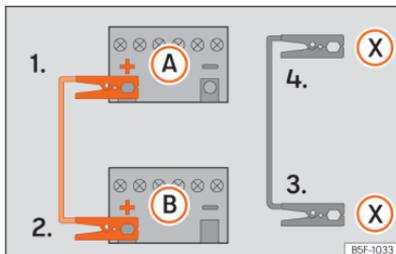

Abb. 211 Anschlussplan für Fahrzeuge mit Start-Stopp-System.
Starthilfekabel nur in folgender Reihenfolge an-klemmen **1 > 2 > 3 > 4** »» (Abb. 211).
Fahrzeuge mit Start-Stopp-System: Klemmen Sie ein Ende des schwarzen Starthilfekabels (X) an einen geeigneten Masseanschluss, ein massives, fest mit dem Motorblock verschraubtes Metallteil oder an den Motorblock selbst »» (Abb. 211).
5. Klemmen Sie das andere Ende des schwarzen Starthilfekabels (X) im Fahrzeug mit der entladenen Batterie an ein mit dem Motorblock verschraubtes, massives Metallteil oder an den Motorblock selbst, aber so weit wie möglich von der Batterie A entfernt an.